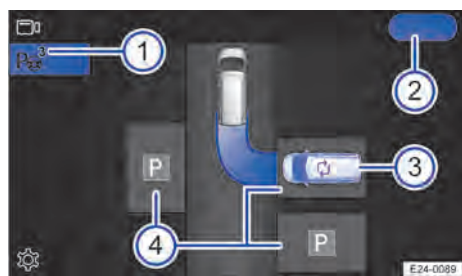

Fig. 133 Système d'infodivertissement : sélection d'une place de stationnement (schéma de principe)
- Le nombre de places de stationnement détectées est affichée sur le bouton de fonction **P** ou pour l'aide stationnement actif **P** → fig. 133 ①.
3. L'aide stationnement actif sélectionne automatiquement une place de stationnement qu'il indique comme place de stationnement favorite (véhicule bleu) sur l'écran du système d'infodivertissement → fig. 133 ②.
1. Touchez la place de stationnement souhaitée sur l'écran du système d'infodivertissement → fig. 133 ④.
1. Si disponible, touchez le symbole **P** sur une place de stationnement → fig. 133 ③.
i Lorsque l'aide stationnement actif n'est pas activée, les éventuelles places de stationnement identifiées → fig. 133 ① apparaissent sur l'afficheur des capteurs d'aide au stationnement.